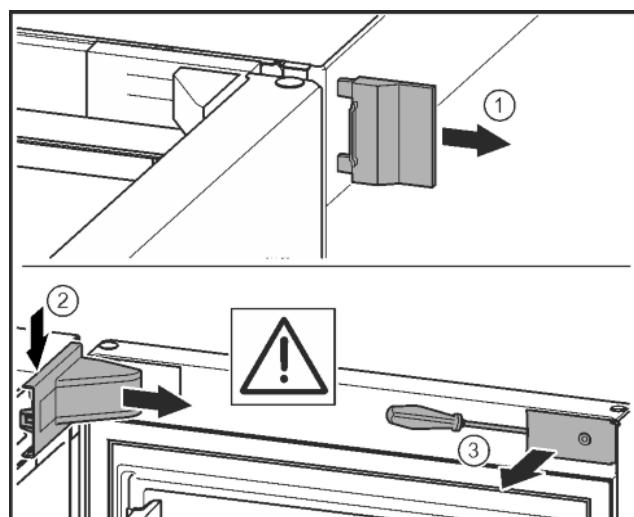

Fig. 9
- Снять внешнюю крышку. Fig. 9 (1)
При помощи отвертки освободить крышку опорного кронштейна и отсоединить. Снять крышку опорного кронштейна. Fig. 9 (2)
- Шлицевой отверткой вывести накладку из зацепления и отвести в сторону. Fig. 9 (3)